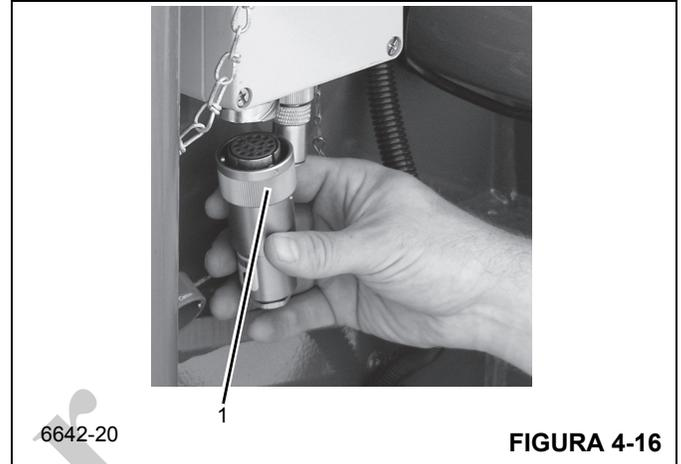

FIGURA 4-16
b. Instale el enchufe falso (1, Figura 4-16) en la caja de empalmes.